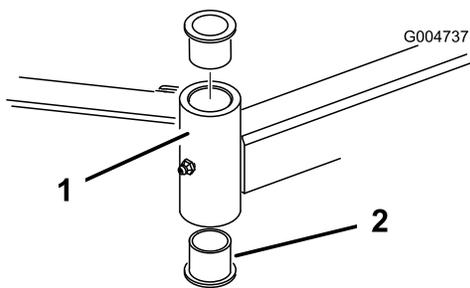

Figura 85
4. Inserite un punteruolo nella parte superiore o inferiore del tubo di fissaggio, e spingete la boccola fuori del tubo (Figura 85).